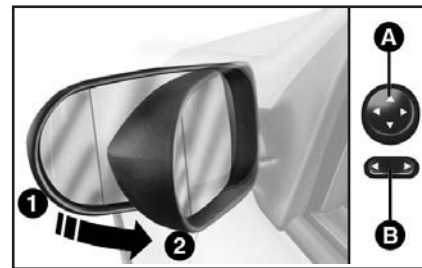

Рис. 17
**Для электрической регулировки** используются переключатели (рис. 17):